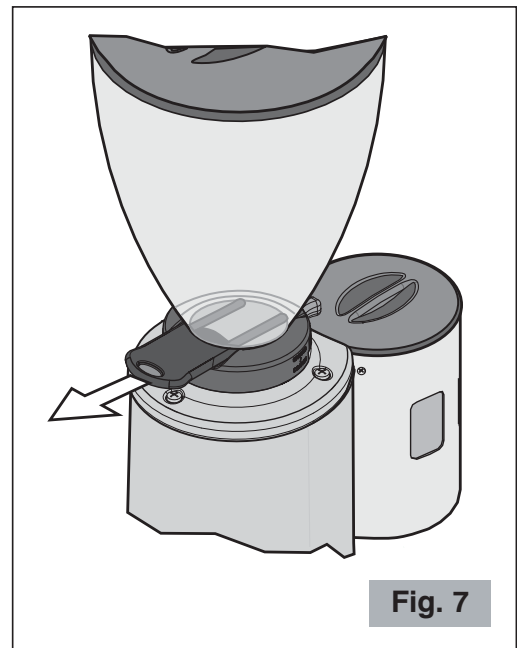

Fig. 7
- ⚠ **Controlar que el obturador de la tolva esté completamente abierto hasta el final de la carrera (último clic) (véase Fig. 7).**